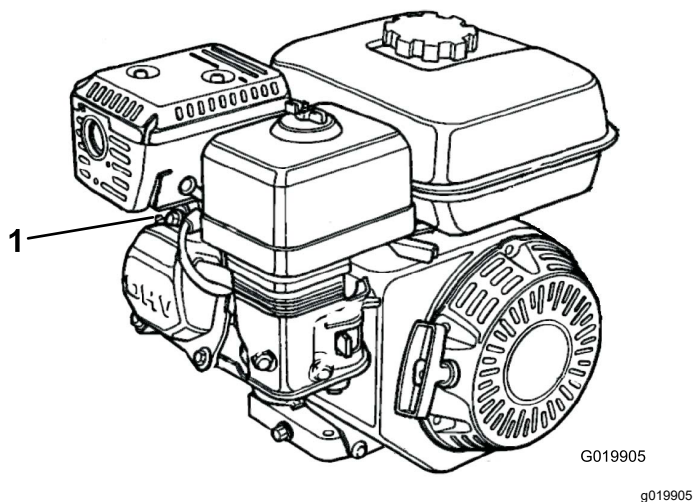

Figura 32
2. Deconectați cablul de la bujie (Figura 32).